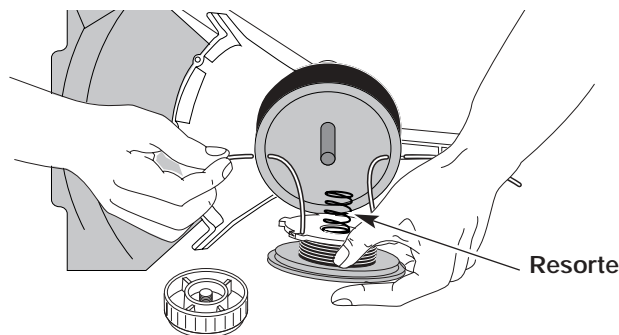

Fig. 40
13. Inserte los extremos de la línea a través de los ojillos de la bobina exterior y coloque el carrete interior con el resorte dentro de la bobina exterior (Fig. 40). Empuje el carrete interior y la bobina exterior entre sí. Mientras sostiene el carrete interior y la bobina exterior, tome los extremos y tire con firmeza para soltar la línea de las ranuras de fijación de la bobina.
5. Inserte los extremos de la línea en los ojalillos de la bobina exterior (Fig. 40).